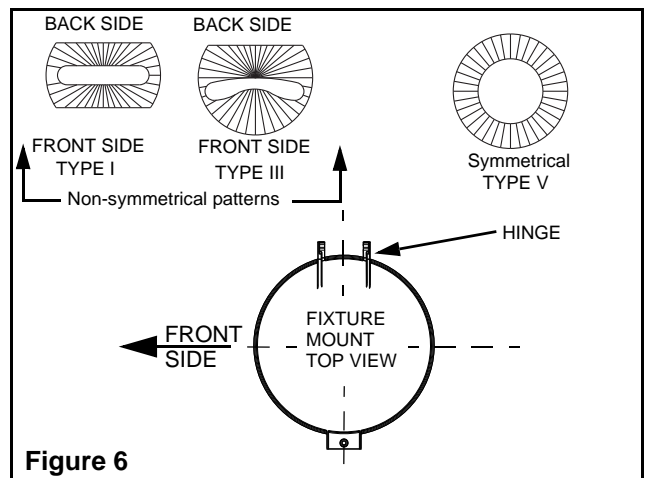

Figure 6
8. Verify that the globe is screwed in the fixture hand-tight. Non-symmetrical refractor globes come pre-aligned in the factory (Figure 6). Fixtures with ceiling mount or pendant mount need to be aligned to the "Front Side" (Figure 6). Globes VGL15R1 and VGL15R3 have the marking "FRONT SIDE" molded in the globe (Figure 7).
8. Vérifier si le globe a serrage manuel est vissé solidement dans le luminaire. Les globes rétracteurs asymétriques sont livrés alignés de l'usine (Figure 6). Les luminaires montés au plafond ou avec suspension doivent être alignés vers le « Côté avant » (se reporter à la Figure 6). Les globes VGL15R1 et VGL15R3 sont dotés du marquage « CÔTE AVANT » ou « FRONT SIDE » moulé dans le globe (Figure 7).